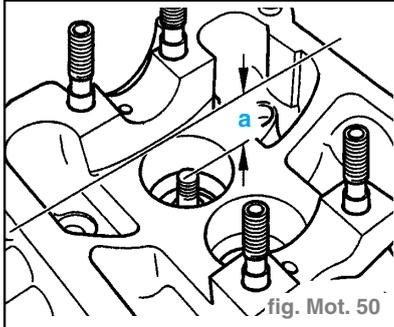

fig. Mot. 50
- Mesurer l'écart (a) entre l'extrémité de la tige de soupape et le rebord supérieur de la culasse. (fig. Mot. 50)